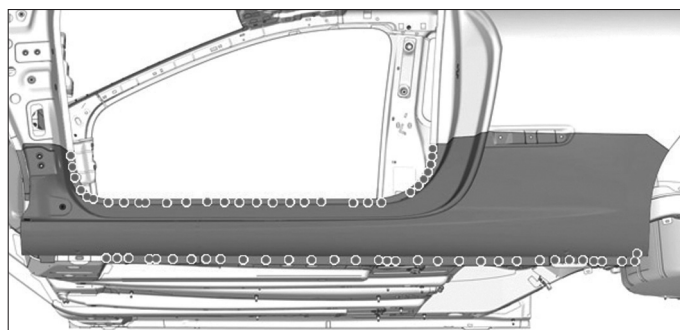
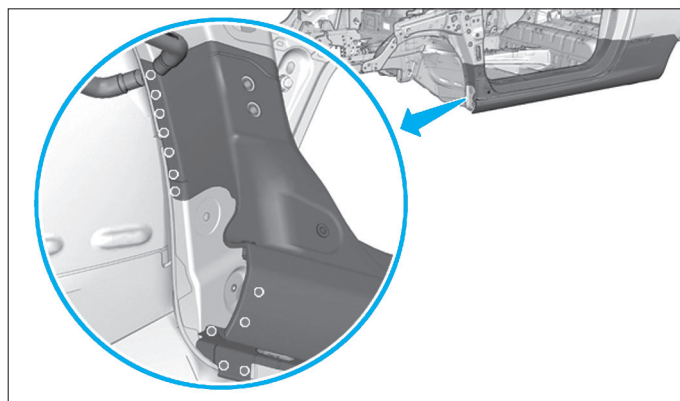

FIG. 102
FIG. 103
- Souder par pointage électrique (Fig.102) et (Fig.103).